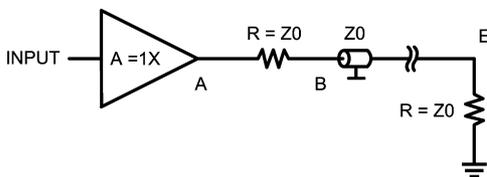
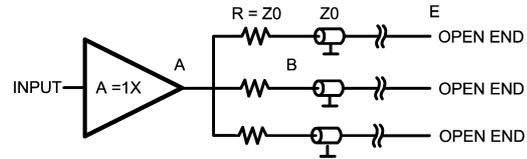
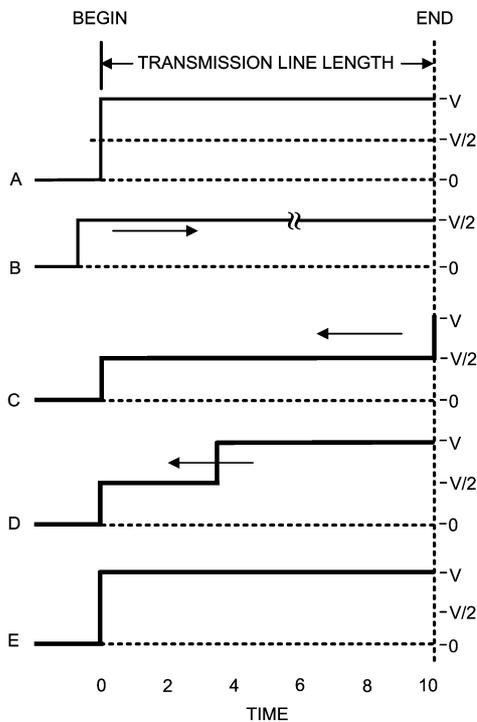

FIGURE 1.
FIGURE 3.
FIGURE 6.
- 1 つのバッファで 1 本の伝送線路を駆動する (Figure 1 参照)
- 1 つのバッファでそれぞれ異なるレシーバが接続された複数の伝送線路を駆動する (Figure 3 参照)
信号の伝搬に伝送線路を考慮する必要がないほどドライバまたはバッファを負荷の近くに配置できれば理想的ですが、多くのアプリケーションでは現実的には考えられません。動作周波数にもよりますが、ドライバから負荷までの PCB トレース長が動作に影響を与える場合があります。状況によっては、アナライザを DUT (被試験デバイス) に直接接続して測定を行うことを検討してください。DUT からアナライザまでの距離が短かくても、周波数が高いほど長い線路として考えなければなりません。このような場合は伝送線路を使用します。次に、負荷を伝送線路に接続したときの動作を観測します。負荷を駆動する場合は線路インピーダンスと負荷インピーダンスとの整合が重要で、不整合が存在すると反射が発生し信号に歪みを与えます。T = 0 (Figure 6, 波形 A) で遷移が印加された場合、合成波形は伝送線路の開始点でも観測されます。伝送線路の開始点の電圧は (V) まで上昇し、波面は伝送線路を伝搬し、T = 10 で負荷に到達します。線路の任意の位置で $I = V/Z_0$ が成立し、ここで Z_0 は伝送線路のインピーダンスです。 $Z_0 = 50$ の線路に 2V の遷移を印加すると、バッファ出力段から流れる電流は 40mA になります。なお、多くの古典的なオペアンプは、出力電流はおよそ 20mA かさらに低い値に制限されているため、このレベルの電流を供給できません (注: 文中の "2V" は電圧値 (2 ボルト) を表わしますが、Figure 6 の "V"、"V/2" は記号を表わし電圧値ではないので混同しないように注意してください)。T = 10 で波面は負荷に到達します。負荷と伝送線路とは完全に整合しているため、線路を伝搬したすべての電流は吸収され、反射は起こりません。この場合、ソース電圧と負荷電圧は完全に等しくなります。負荷インピーダンスと伝送線路インピーダンスが等しくなければ動作は異なったものになります。ここで、エネルギー保存の法則という基本的な原理を思い出してください。伝送線路の電力は $P = V^2/R$ です。この例の合計電力は $2^2/50 = 80mW$ です。負荷を 50 ではなく 75 と仮定します。75 負荷に 80mW の電力が到達すると、電力を維持するために適度な振幅の電圧が生成されます。
ビデオのようなアプリケーションの多くは、ドライバと伝送線路の間に直列終端を挿入しています (Figure 1 参照)。この場合、伝送線路は特性インピーダンスによって線路の両端で終端されることとなります。Figure 6 の波形 B を参照してください。Z₀ と直列終端の組み合わせが 2 対 1 の分割電圧を構成しているため、伝送線路を進む電圧はバッファ出力に現れる電圧の半分になります。すなわち 6dB の損失に相当します。ビデオ・アプリケーションで総ゲイン 1 を保つには、アンプゲインを 2 に設定します。多くのオペアンプはゲインを 2 に設定したほうが、ユニティ・ゲインより相対的にフラットな周波数応答が得られます。波形 B で電圧が伝送線路の遠端に到達しても、インピーダンスが完全に整合しているため、反射は生じていないことがわかります。すなわち遠端の電圧は、オペアンプまたはバッファの出力電圧の半分にとどまります。
伝送線路を介して複数のポイントに信号を分配するもう 1 つの方法として、単一バッファ出力に複数の線路を接続する構成が考えられます (Figure 3 参照)。この構成は、すべての伝送線路の駆動に必要なだけの電流をバッファが供給できなければ実現できません。図からわかるとおり、伝送線路の開始点には直列終端を使用していますが、線路の遠端には終端を設けていません。つまり、有効な信号は遠端のみに存在し、遠端以外のすべてのポイントの信号は反射によって歪んでいることを意味します。開始点と同じ波形の信号が観測されるポイントは遠端のみです。Figure 6 の波形 C にあるとおり、線路開始点の電圧は T = 0 で V/2 となり、伝送線路の遠端に向かって進行します。遠端に波面が到達すると終端がないため、100% の反射が発生します。T = 10 で反射により電圧値 2V (2 ボルトの意味、図中は記号 "V") まで上昇した遠端の電圧は、線路上をバッファに向かって逆方向に進みます (Figure 6 の波形 D を参照してください)。直列終端抵抗が Z₀ であれば、波面は直列終端抵抗に到達した時点で全部が吸収されます。以上の振る舞いは、バッファ/ドライバの出力インピーダンスが特性インピーダンス Z₀ に比べて低い場合に限ります。反射波がソースに戻った時点で、伝送線路全体の電圧値は公称 2V となります (Figure 6 の波形 E を参照)。3 本の伝送線路の長さが異なる場合、直列終端抵抗点の電圧値が 2V に上昇する時刻はそれぞれ異なります。ただしこの遷移は、出力バッファのインピーダンスが低く、また終端抵抗とバッファの出力インピーダンスの組み合わせによって遷移は大幅に減衰するため、他の線路に伝搬することはありません。単純な計算によって要点を示します。出力インピーダンスを 5 と仮定します。対象の周波数で、減衰は V_B/V_A = 55/5 = 11 です。A と B は Figure 3 における位置です。